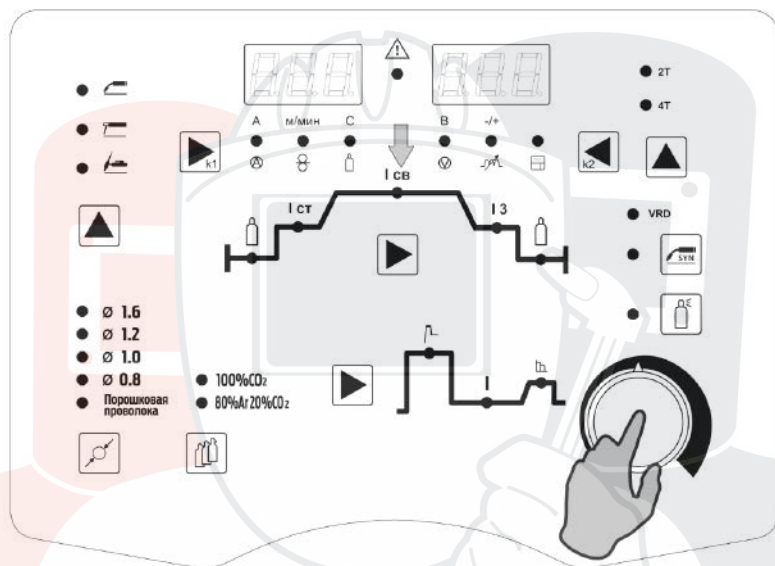

Рис. 13.0.3. Установка силы тока.
5. Установите необходимое значение силы тока регулятором (См. табл. 7.0.1, поз. 11) на панели источника (См. рис. 13.0.3). Сила тока выбирается в зависимости от толщины свариваемого металла и диаметра неплавящегося электрода (См. таблицу 14.9.3).